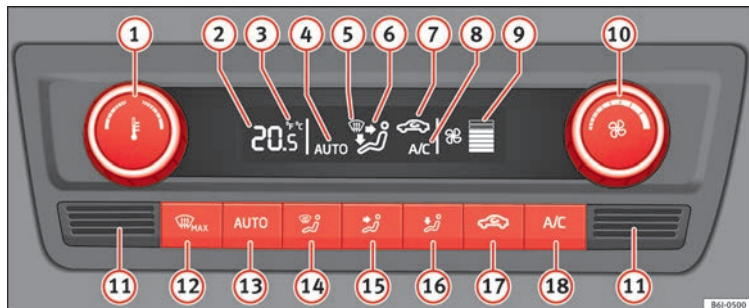

Abb. 172 Climatronic: Bedienelemente
- **A/C** » **Abb. 172** ¹⁸ eingeschaltet.
- Drehen Sie den Schalter ¹⁰ nach links, bis sich die Segmente der Spalte ⁹ » **Abb. 172** ausschalten.
- Drücken Sie die Taste **AUTO** ¹³ » **Abb. 172**.
Drücken Sie gleichzeitig **2 Sekunden** lang die Tasten **AUTO** und **A/C** » **Abb. 172**. Auf dem Display erscheinen die Daten in der gewünschten Einheit.
- **Im unteren Teil befindet sich der Innenraumtemperatursensor ¹¹ » **Abb. 172**. Überkleben oder überdecken Sie den Sensor nicht, da sonst die Climatronic ungünstig beeinflusst werden könnte.**
- Drücken Sie die Taste **AUTO** ¹³ » **Abb. 172**. Auf dem Display erscheint **AUTO**.
- Nach dem Einschalten der Zündung können Sie mit dem Drehregler ¹ » **Abb. 172** die gewünschte Innentemperatur einstellen.
• Drücken Sie die Taste  **17** » » **Abb. 172**. Das Symbol  erscheint auf dem Display.
• Drücken Sie die Taste  **17** » » **Abb. 172**. Das Symbol  auf dem Display verschwindet.
• Drehen Sie den Regler **10** » » **Abb. 172** nach links (Gebläsedrehzahl verringern) bzw. nach rechts (Gebläsedrehzahl erhöhen).
» » **Abb. 172**.
» » **Abb. 172** oder drücken Sie die Taste **AUTO**.